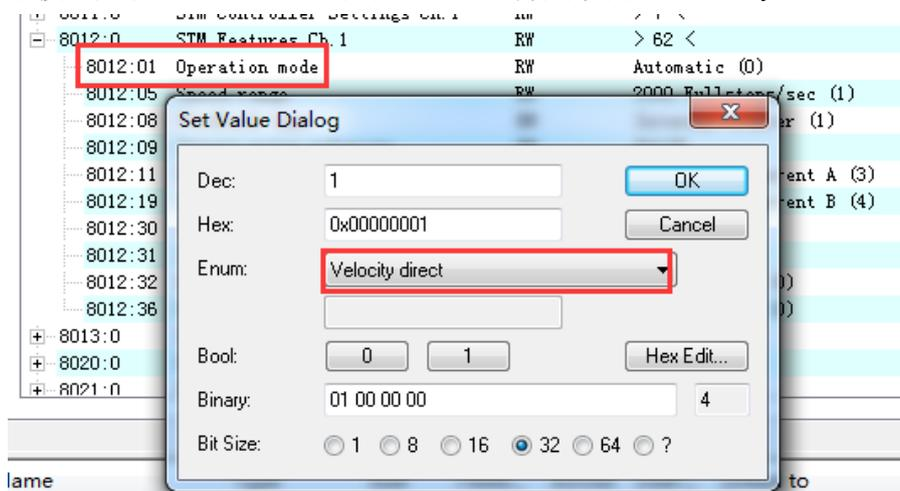

图 3-4
4、配置工作模式（如图 3-4），找到 8012:01 将其改为 Velocity direct。